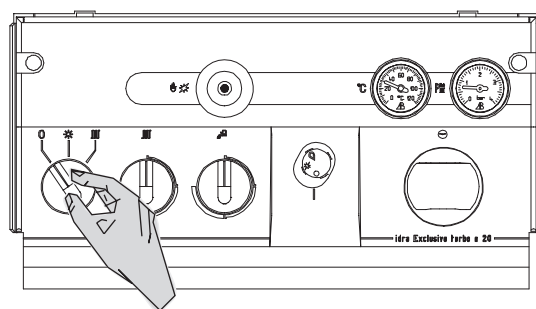

Fig. 1
Togliere poi tensione alla caldaia: portare il selettore di funzione sul simbolo "0" (vedi fig.1).
- togliere tensione alla caldaia (fig. 1);